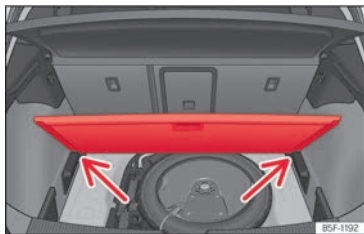

Abb. 198 Variabler Gepäckraum-boden: geneigte Stellung.
- Legen Sie den Gepäckraum-boden auf die dafür vorgesehenen Aufnahmen »» (Abb. 198) (Pfeile).